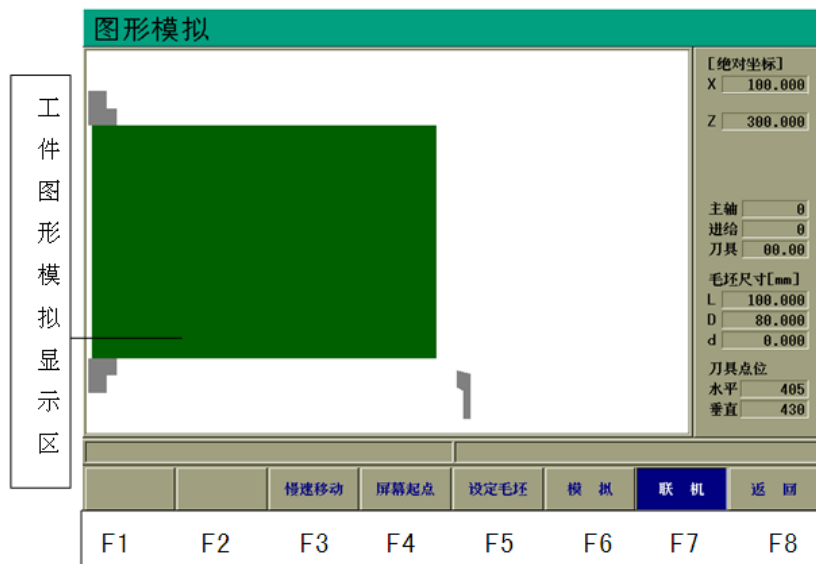

图 3.6 图形模拟
- (1) 按【位置】主键进入位置界面；
- (2) 按【F4】(自动)键；
- (3) 按【存储/打开】键；
- (4) 输入文件名 P0750；
- (5) 按【ENTER】；
- (6) 按【F8】(图形显示)键后，图形界面如图 3.6 所示：